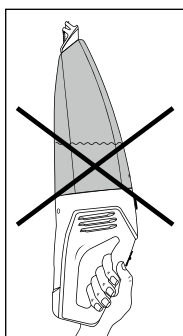

Fig. 4
- Si transporta el aparato en posición horizontal o con la boquilla de aspiración de líquidos **1** orientada hacia arriba, es posible que el líquido se derrame (consulte la fig. 4 y 5):